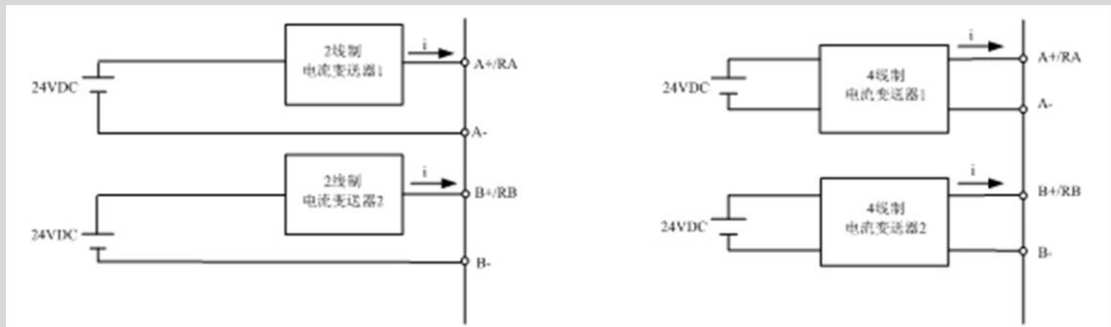

图 103 电流变送器 2 线制接法
- 图 103 为 2 线制和 4 线制电流变送器的连接方式，变送器由外部电源供电，也可以根据电源容量要求，选择使用 CPU 模块 24VDC 的输出。